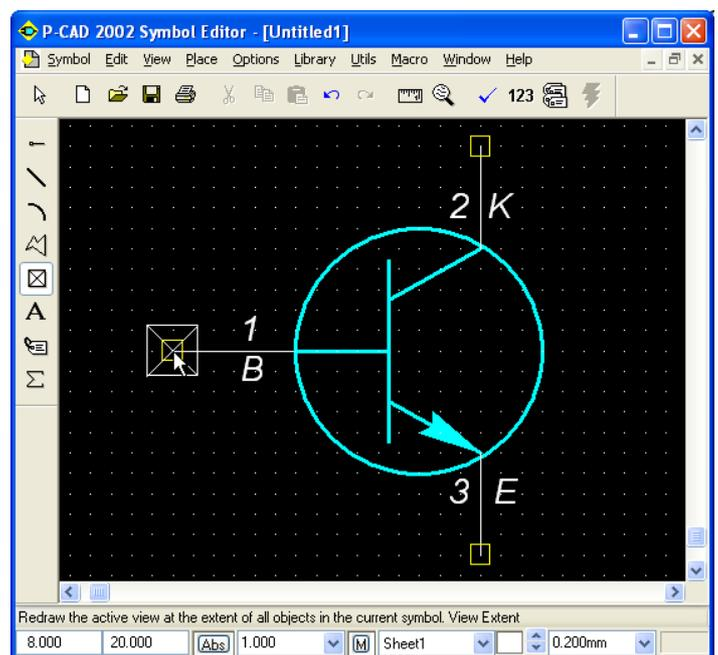

Рис. 4.33 - Формирование выводов транзистора
- Выполнить команду **Place Ref Point**. Поместить курсор в точку с координатами (8; 20) и щелкнуть **ЛК** (рис. 4.33).